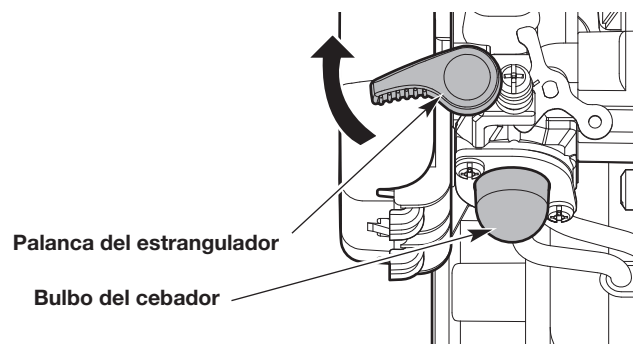

Fig. 6
1. Oprima y suelte despacio la pera del cebador **10 veces** (Fig. 6).
2. De vuelta la palanca del cebador en el sentido de las agujas del reloj hasta que encaje bien en su lugar (Fig. 6).